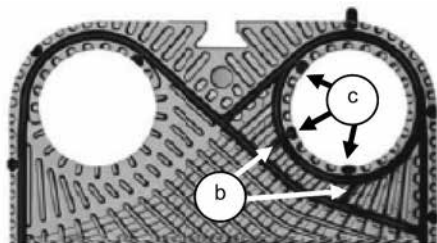

Fig.9
- Sull'altra metà, mediante cesoia eliminare tutti i Plug-In® e, se presenti, tutti i ponti di collegamento tra diagonale e anello di tenuta (Fig.9 b). Quindi, seguendo la procedura indicata al punto 5.7.3, incollare la guarnizione con esclusione degli anelli di tenuta.
1. Modelli dotati di Plug-In® all'interno degli anelli di tenuta: mediante cesoia tagliare tutti i Plug-In® all'interno degli anelli di tenuta (Fig. 9 c) corrispondenti ai soli fori chiusi. Quindi, seguendo la procedura indicata al punto 5.7.3, incollare i soli ponti di collegamento tra diagonale e anello.